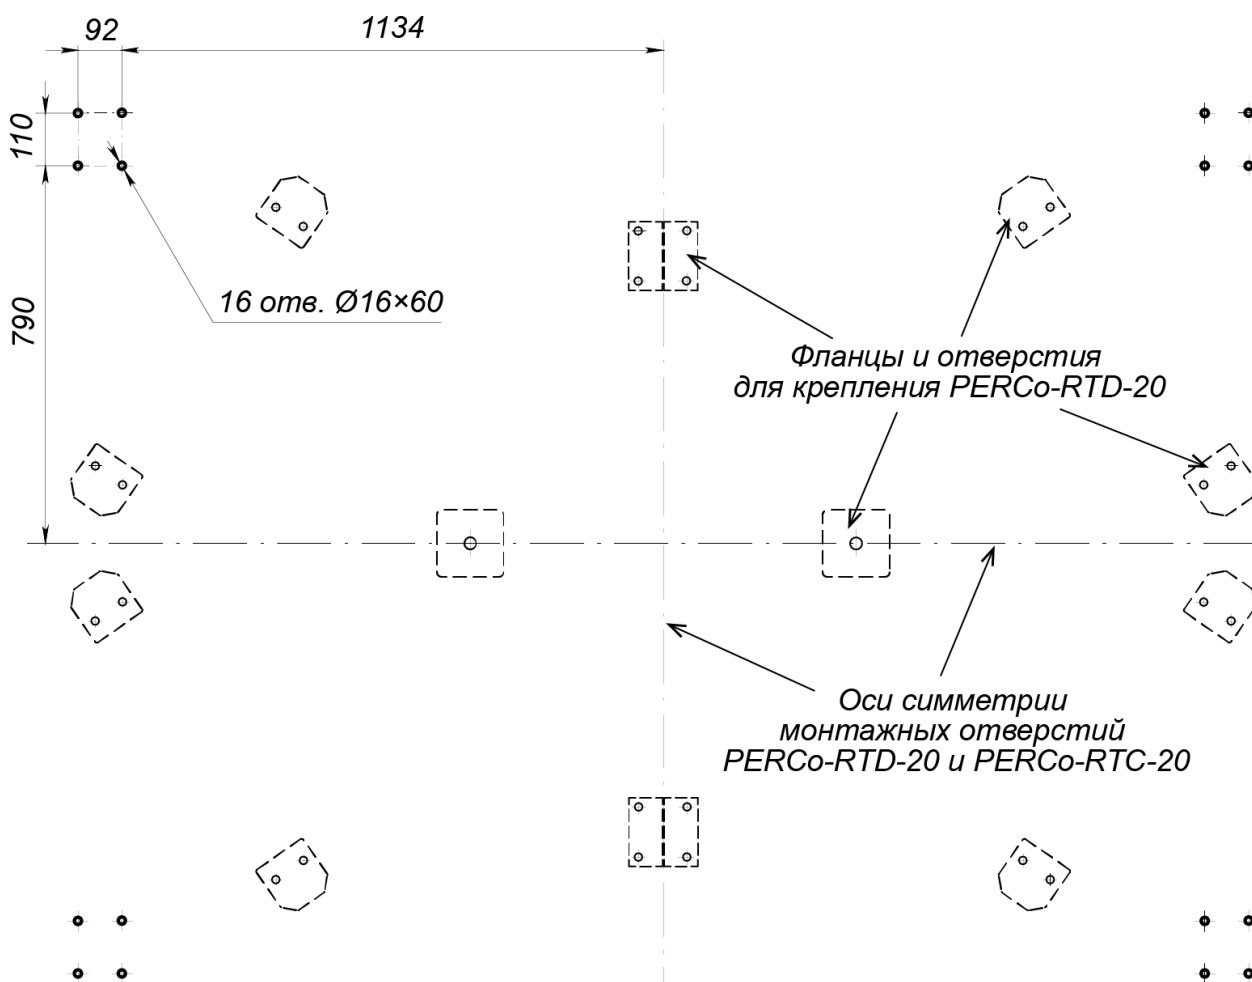

Рисунок 3. Схема разметки отверстий для установки крыши **PERCo-RTC-20**¹
2. Выполните на установочной поверхности разметку отверстий для монтажа четырех стоек крыши в соответствии с рис. 3. Разметку отверстий для монтажа крыши рекомендуется выполнять одновременно с разметкой отверстий для монтажа турникета. Оси симметрии монтажных отверстий турникета и крыши совпадают (см. рис. 3).